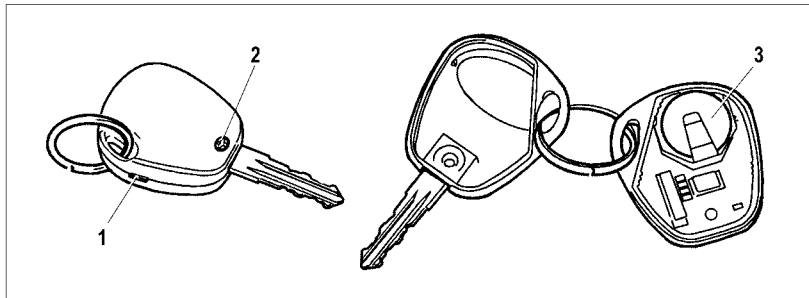

Рис. 49. Замена элемента питания пульта дистанционного управления
- выкрутите винт 2 (рис. 49) со стороны корпуса, противоположной кнопкам управления;